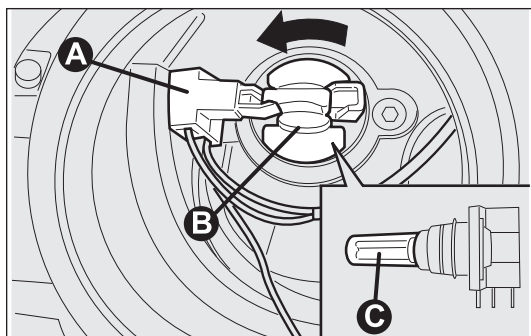

fig. 183
- débrancher le connecteur électrique A-Fig. 183 ;
- tourner la douille B-Fig. 183 dans le sens inverse des aiguilles d'une montre et extraire l'ensemble ;